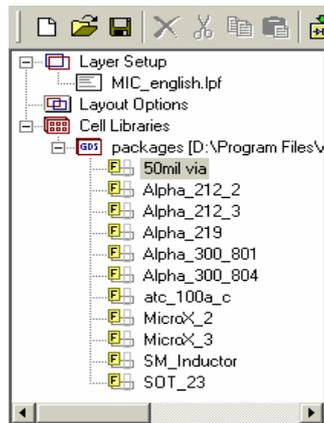

Рис. 4.3. Содержание импортированной библиотеки ячеек
4. Нажмите файл **packages.gds**, а затем на **Open**. Импортированная библиотека ячеек показывается в менеджере топологий (рис. 4.3).